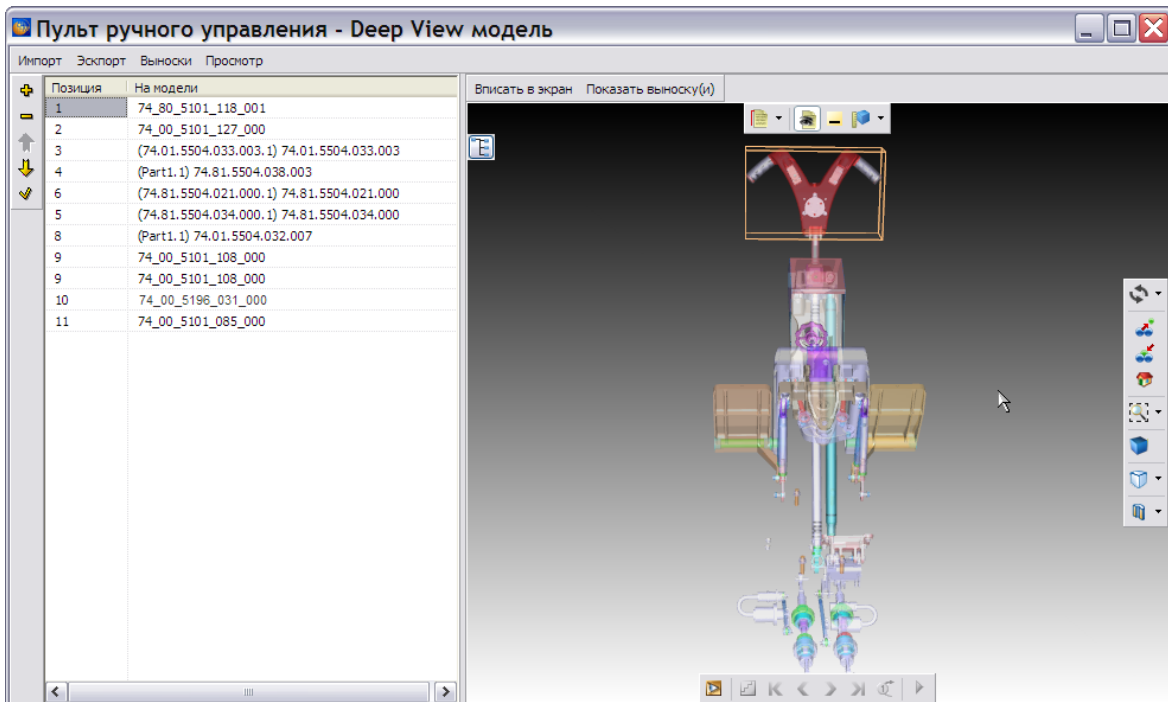

Рис. 6.72
3. Аналогичным образом заполните остальные ячейки столбца **Позиция** (рис. 6.72).